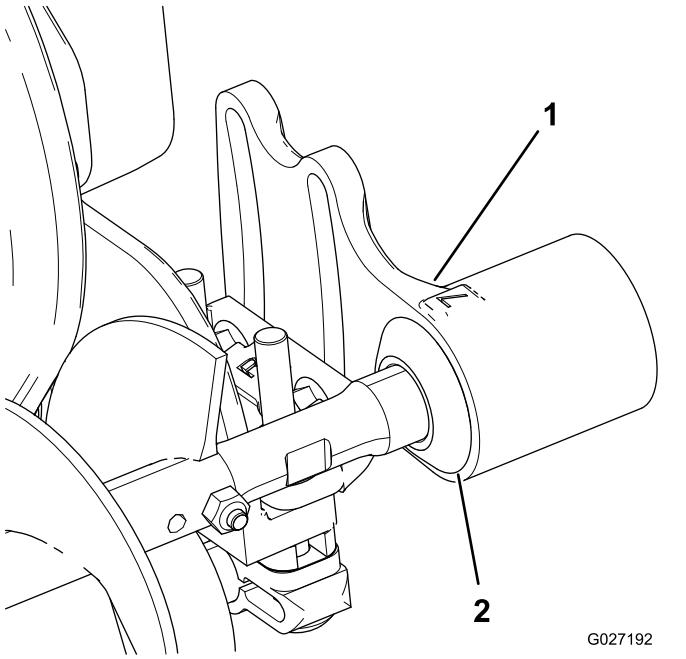

Figure 10
- Faites glisser chaque joint d'étanchéité vers l'extérieur jusqu'à ce qu'il soit en léger contact avec chaque logement de roulement (Figure 10).